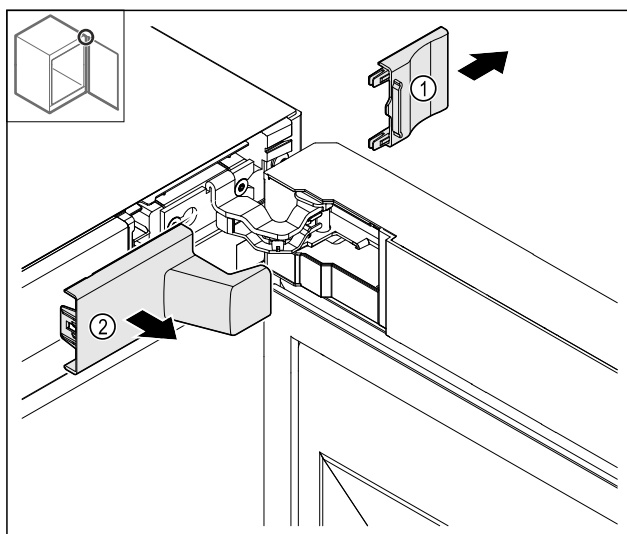

Fig. 14
- Ta bort skyddet Fig. 14 (1) och sedan Fig. 14 (2).